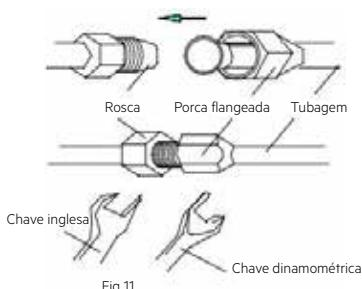

Fig 10
- Se forem necessários suportes de instalação para instalar a unidade exterior, o utilizador pode adquiri-los à nossa empresa ou revendedores (Fig.10).